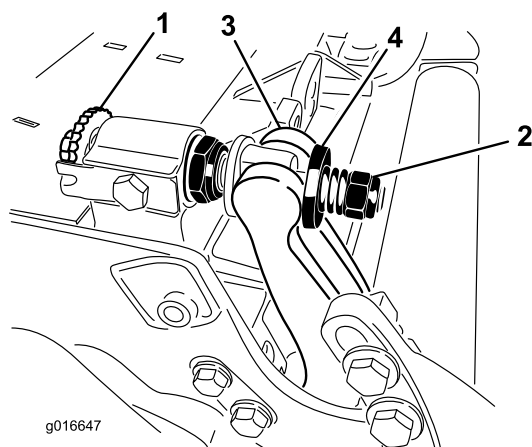

Рисунок 29
1. Поверните регулирующие ручки планки неподвижного ножа против часовой стрелки, чтобы отвести неподвижный нож от барабана (Рисунок 29).
2. Отвинтите гайку затяжки пружины, чтобы ослабить давление шайбы на планку неподвижного ножа (Рисунок 29).